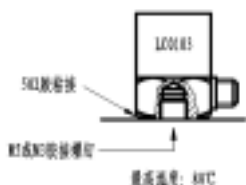
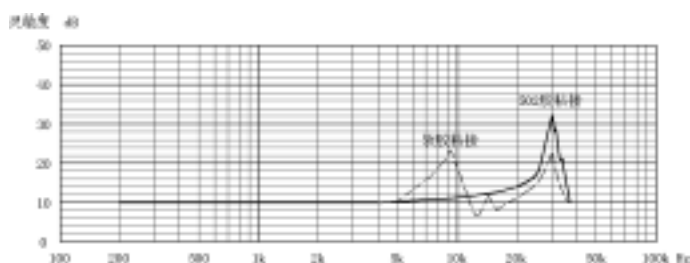

图 8 胶粘剂安装示意图
图 9 胶粘剂安装频响曲线图
(3) 胶粘剂安装：可用多种胶粘剂粘接，胶接面要平整光洁，并需按胶接工艺清洗胶接面。目前常用的 502 胶粘接工艺如下：a. 先用 200-400 # 砂纸对安装面进行打磨；b. 用丙酮或无水乙醇清洗打磨面，并彻底擦干；c. 于粘接部位滴适量的 502 快干胶，之后用手（或加压）将传感器压住几秒钟，待胶初步固化后松开手（或去掉压力），静置十几秒，使胶彻底固化达到胶接强度；d. 欲取下粘接在被测物体上的传感器，请先于粘合部位涂布丙酮，过几分钟后用起子取下，注意不要用力过猛！如果轻轻用力取不下时，可再涂布溶剂，待几分钟再轻轻取下。对大加速度的测量，请计算胶接强度。胶粘剂安装示意图及频响曲线图如图 8、图 9 所示：